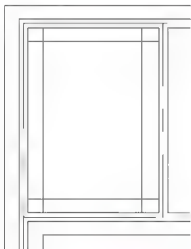

图 5.12 偏移大放脚
(1) 将左上角的基础墙放大, 并参照基础平面图 (附图 3.4) 尺寸偏移大放脚, 结果如图 5.12 所示。